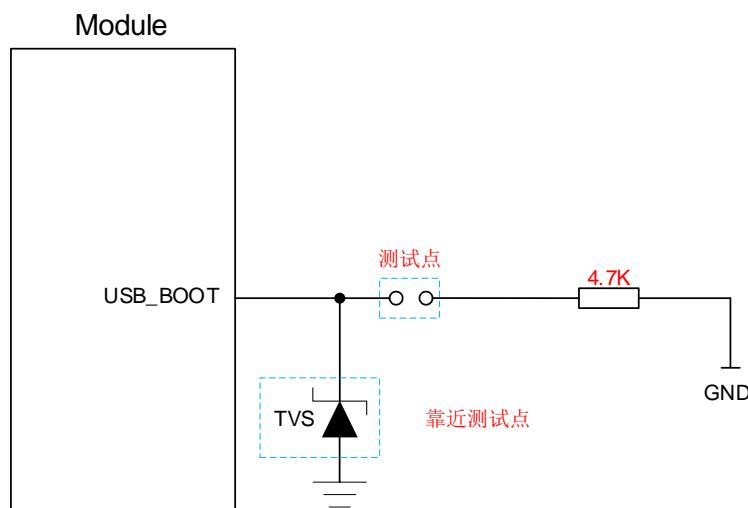

图 19：USB_BOOT 接口参考电路
3. 使用 MCU 控制模块进入紧急下载模式时，需按照如上时序图进行控制，手动进入紧急下载模式时，按照图 19 所示短接测试点即可。